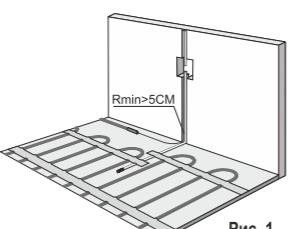

Рис. 1
- Уложите датчик вместе с его соединительным кабелем в гофрированную пластиковую трубку диаметром не менее 16 мм. Радиус изгиба трубы не менее 5 см (см. Рис. 1).
Терморегулятор устанавливается только внутри помещения. Рекомендуется располагать терморегулятор на высоте 1-1,5 м от пола в легкодоступном месте со свободной циркуляцией воздуха, как показано на рис.1. Корпус терморегулятора защищен от конденсата (возможна установка в ванной комнате). Не рекомендуется устанавливать терморегулятор около излучающих тепло приборов (ТВ, холодильник, обогреватель), а также в местах прямого попадания солнечных лучей. Запрещено устанавливать терморегулятор в местах, где есть опасность попадания внутрь прибора водяных струй либо брызг.